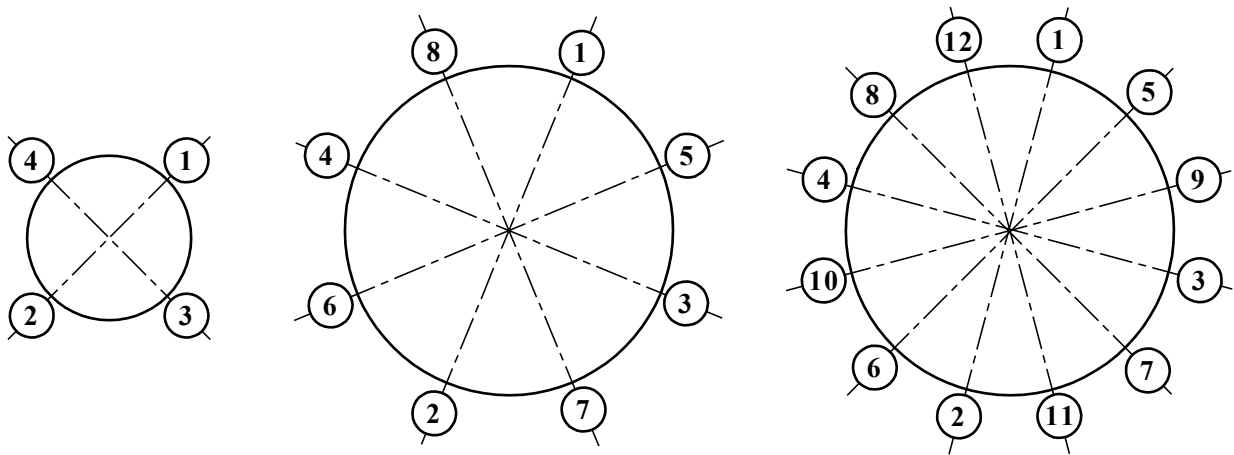

Рис. 4. Очередность затяжки гаек на фланцах.
3.2.5. Затяжка гаек при установке ППР или имитатора в трубопровод должна производиться в очередности, обозначенной на рис.4, динамометрическим ключом с крутящим моментом не более, указанного в табл.1. В случае превышения усилия затяжки возможно повреждение ППР, вызывающее протечку во внутреннюю полость ЭМР.